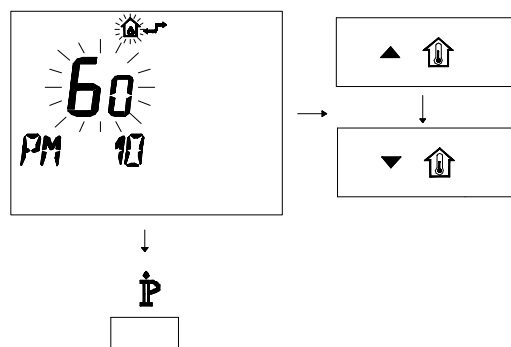

Figura 5.64
- Per modificare il SET programmato agire sui pulsanti ▲ **UP** o ▼ **DOWN** e aspettare che il numero programmato cominci a lampeggiare (Figura 5.64).